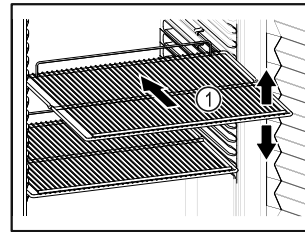

Fig. 61 Atvaizdo pavyzdys
- ❑ Jei pastatymo groteles Fig. 61 (1) galima perkelti, pritaikykite atsižvelgdami į aukštį.